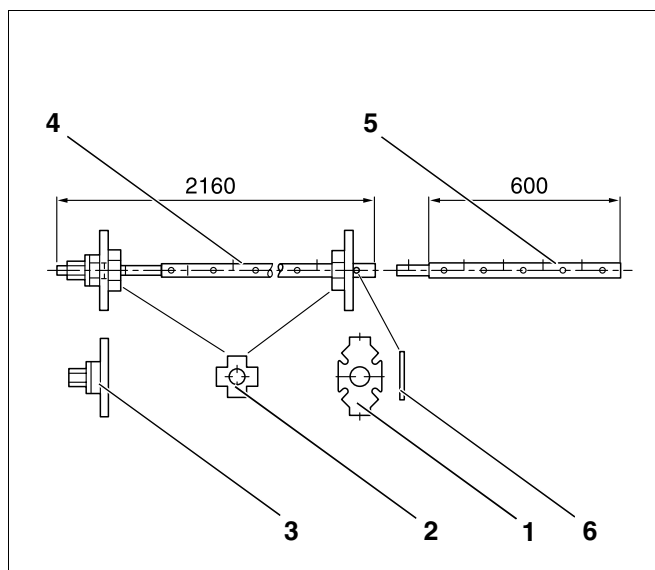
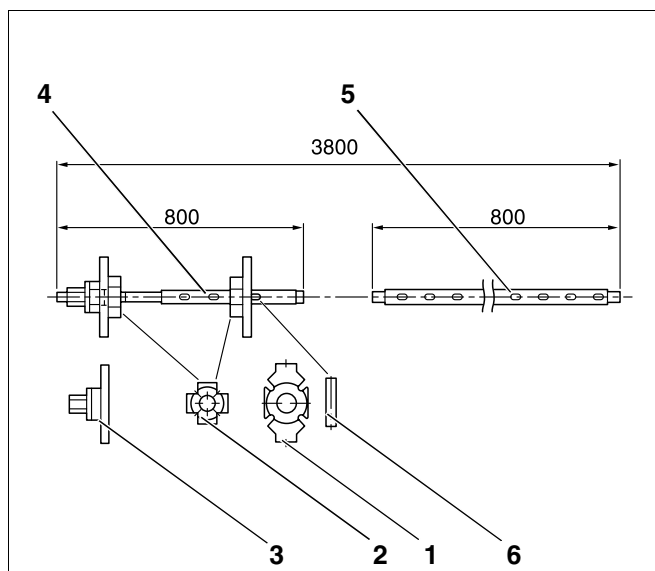

Fig. 4 Kjeltrekkeverktøy størrelse 2.2 (mål i mm)
Fig. 5 Kjeltrekkeverktøy størrelse 2.3 (mål i mm)
- Kjeltrekkeverktøy 2.2 (Fig. 4, Side 14) eller 2.3 (Fig. 5, Side 14)